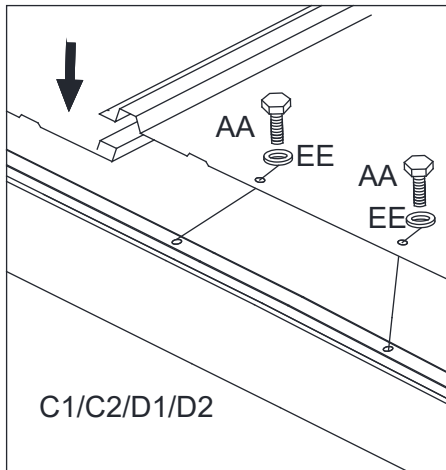

Figure 15-1
11. Connectez les panneaux du toit (T1/T2/T3/T4/T5/T6/T7) dans l'ordre indiqué sur la figure. Fixez-les avec les boulons (AA) et Voir les figures 15-1 à 15-4.